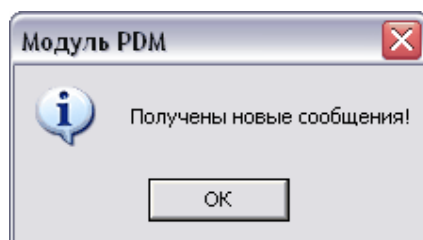

Рис. 288
4. При получении новых сообщений будет отображено следующее сообщение (Рис. 288):